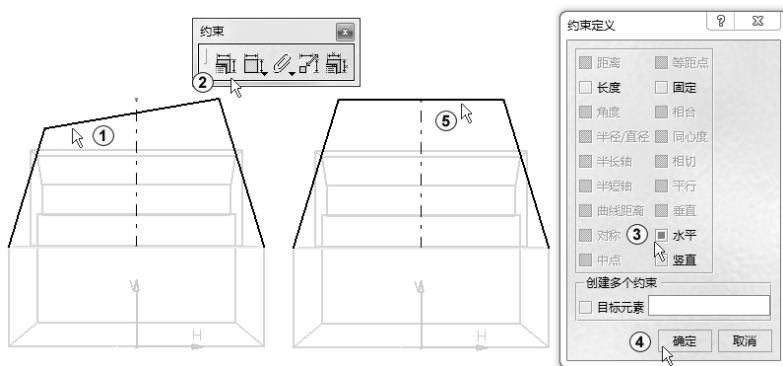

图 3-11 绘制直线
4) 单击“直线”按钮, 绘制一条直线将两条对称线连接起来, 选中刚刚绘制的直线, 单击“对话框中定义的约束”按钮, 在弹出的“约束定义”对话框中选择“水平”选项, 单击“确定”按钮, 如图 3-11 中①~④所示。结果如图 3-11 中⑤所示。